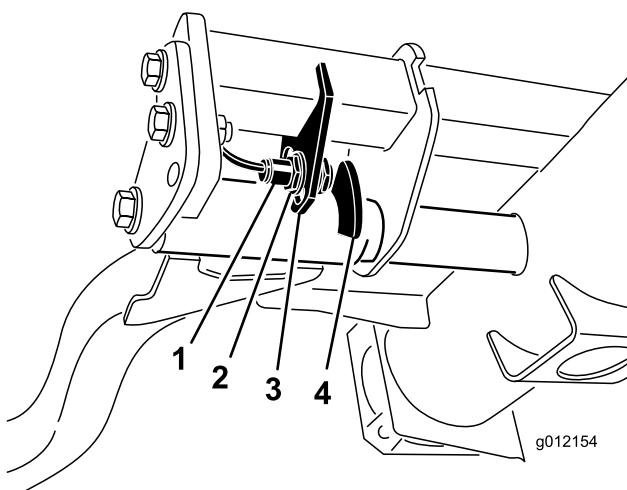

図 35
- 昇降アームのスイッチは、油圧のメインタンクの下にある右前昇降アームの後ろ側に装着されている 図 35。
- スイッチの取り付けネジ 図 35 をゆるめ、スイッチの位置を下げるごとに、昇降アームの旋回高さが長くなり、上げると、昇降アームの旋回高さが短くなる取り付けボルトを締め付ける。